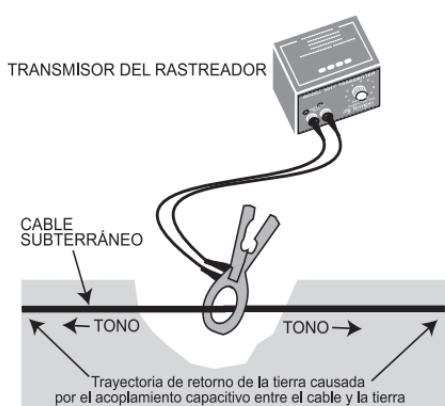

Fig. 11. Acoplamiento en la mitad del tendido
- Acoplamiento en la mitad del tendido:** Si el cable en cuestión es relativamente largo se permite que la corriente vuelva a fluir hacia atrás a través de la tierra mientras que se transmite el tono en ambas direcciones. (Consulte la Fig. 11)